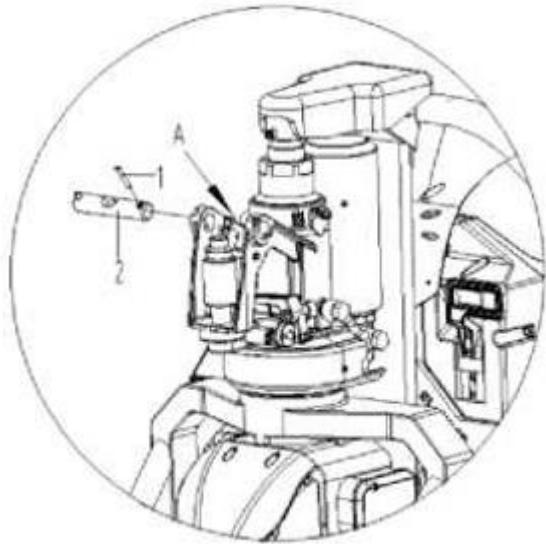
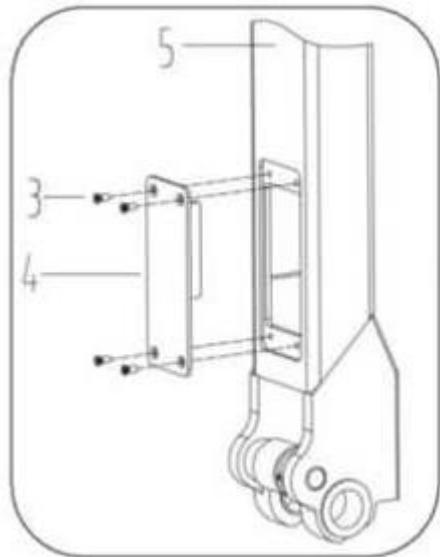

Рис. 1
Рис. 2
3. Вставьте ручку в сборе 5 (рис. 2) в А (рис. 1), соедините ручку в сборе 5 с корпусом гидроузла 10 с помощью оси 2. Проденьте тяговую цепь 8 через отверстие оси 2. Вытяните ручку в горизонтальное положение, выньте шплинт 9 и сохраните его для следующего использования.